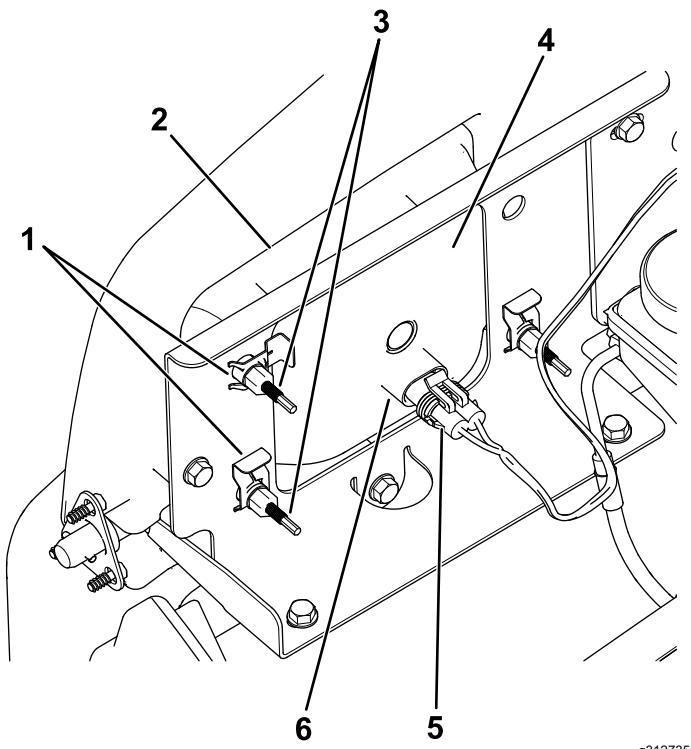

Figura 51
- Desconecte el conector eléctrico del arnés de cables del conector del conjunto de la lámpara (Figura 51).
4. Retire los conectores rápidos que sujetan el faro al soporte del faro (Figura 51).
5. Retire el faro desplazándolo hacia adelante y pasándolo por el hueco del parachoques delantero (Figura 51).
6. Introduzca el faro nuevo a través del hueco del parachoques (Figura 51).
8. Conecte el conector eléctrico del arnés de cables al conector del conjunto de la lámpara (Figura 51).
5. En la parte trasera del faro, gire los tornillos de ajuste (Figura 51) para pivotar el conjunto y ajustar de la posición del haz de luz.